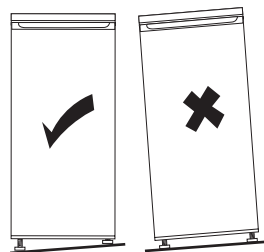

рис. 2
Если холодильник шатается, отрегулируйте высоту его левой или правой ножки (4) (→ рис. 2).